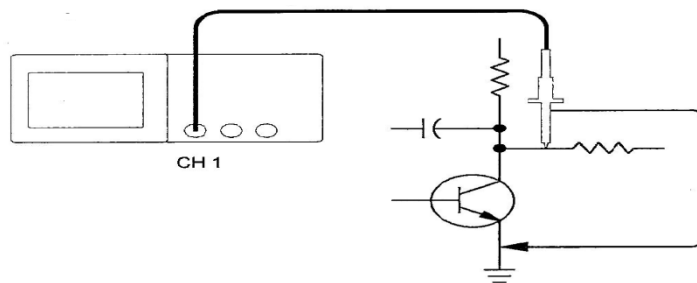

Fig.76.- Circuito eléctrico donde se desea medir la frecuencia y la amplitud.
Si necesita ver una señal en un circuito, por ejemplo el de la fig. 76, pero no conoce la amplitud o la frecuencia de la señal y se desea mostrar rápidamente la señal y medir la frecuencia, el periodo y la amplitud pico a pico se hace uso de la autoconfiguración siguiendo estos pasos:
- Conecte la punta de la sonda como se indica en la fig. 76.